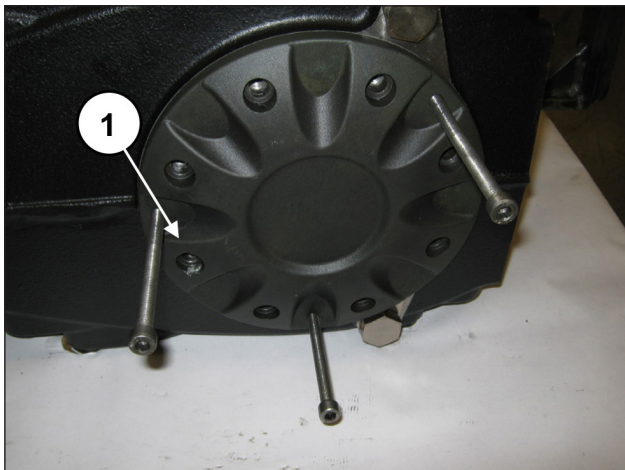

Fig. 28
Enroscar en los orificios específicos 3 tornillos prisioneros o tornillos roscados M8 (pos. ①, Fig. 28) que actúen como extractores.